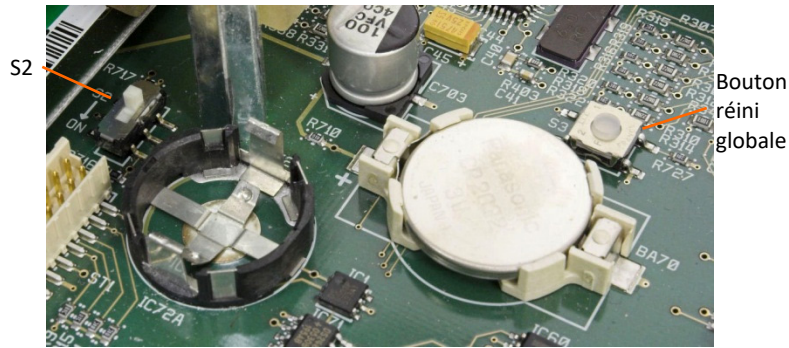

Figure 4-50 : Carte principale, emplacement du bouton de réinitialisation globale
- Deux types de réinitialisation globale sont possibles, en fonction de la position du commutateur S2 (illustré en position OFF sur la Figure 4-50) : Une réinitialisation totale, y compris les données de configuration de balance significatives d'un point de vue de métrologie légale et une réinitialisation qui conserve les données de la balance.